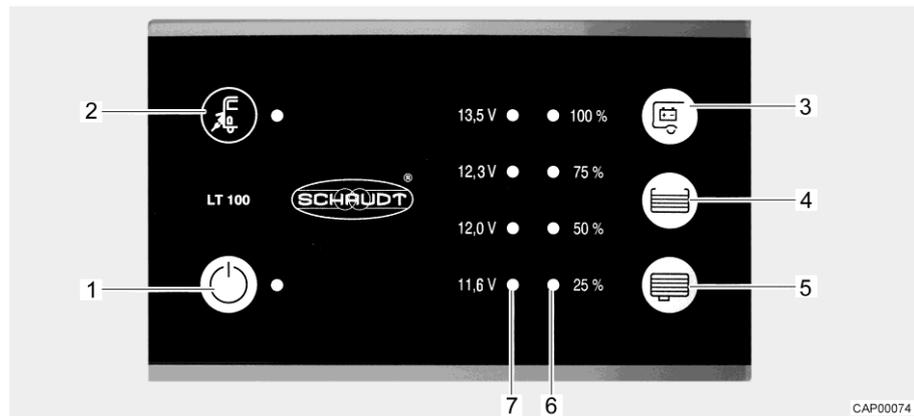

Fig. 71 Pannello di controllo (LT 100)
Il LED giallo accanto al simbolo del collegamento a rete "E" (Fig. 71,2) si accende, quando il veicolo è collegato a un'alimentazione di rete esterna. Il LED si accende anche se il pannello di controllo è spento.
L'interruttore principale a 12 V (Fig. 71,1) inserisce o disinserisce il pannello di controllo e l'alimentazione a 12 V dell'abitacolo.
**Accensione:** ■ Premere l'interruttore "⏻" (Fig. 71,1): L'alimentazione a 12 V dell'abitacolo è inserita. Il LED diventa verde.
**Spegnimento:** ■ Premere di nuovo l'interruttore "⏻" (Fig. 71,1): L'alimentazione a 12 V dell'abitacolo è disinserita. Il LED si spegne.
La scala LED (Fig. 71,7) indica la tensione della batteria dell'abitacolo nel modo seguente:
**Indicazione della tensione della batteria:** ■ Premere il tasto "⏻" (Fig. 71,3): Viene indicata la tensione della batteria dell'abitacolo.
La scala LED (Fig. 71,6) indica il livello del serbatoio dell'acqua potabile o del serbatoio delle acque grigie.
Premere il tasto "☰" (Fig. 71,4): Il livello di riempimento del serbatoio dell'acqua potabile è indicato dai LED accesi.
Premere il tasto "☷" (Fig. 71,5): Il livello di riempimento del serbatoio delle acque grigie è indicato dai LED accesi.